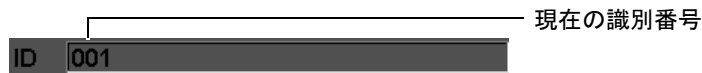

図 5-7 ID のあるファイル名バーの例
ファイル名バーは、メイン画面の上部左隅に現れ、現在開いている識別番号 (ID) の名前を表示します [94 ページ図 5-7 の例を参照]。